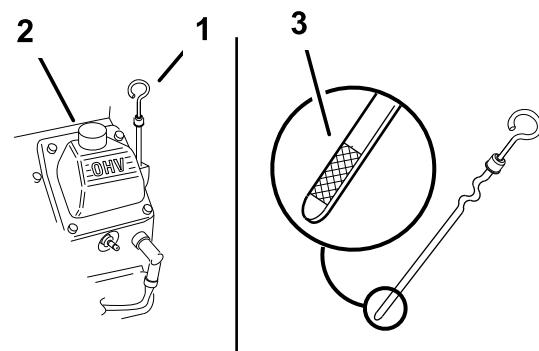

Figura 21
- Limpie alrededor de la varilla de aceite (Figura 21) para impedir que caiga suciedad por el orificio de llenado y cause daños en el motor.
- Desenrosque la varilla de aceite y límpie el extremo (Figura 21).
- Deslice la varilla a fondo en el tubo de llenado, pero no la enrosque en el tubo (Figura 21).
6. Vierta lentamente un 80% aproximadamente de la cantidad especificada de aceite por el tubo de llenado (Figura 21).